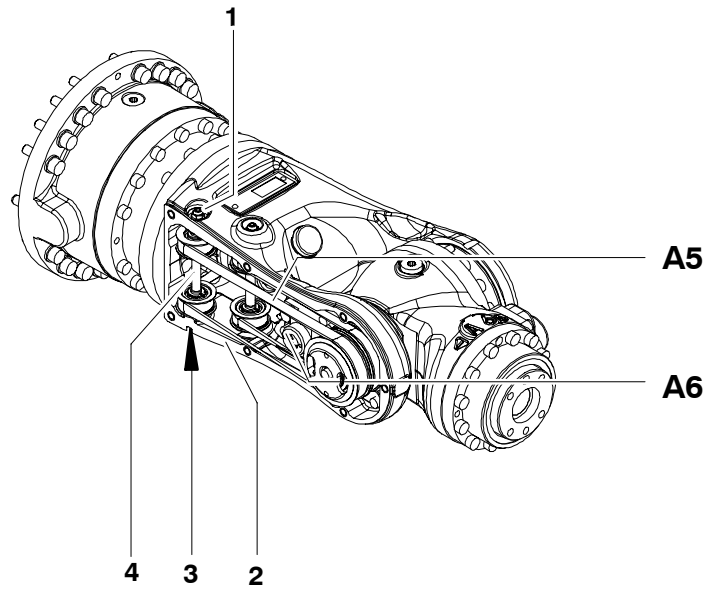

Fig. 114 Réglage de la tension de la courroie dentée
- (5) Desserrer, dévisser et remplacer l'écrou hexagonal (Fig. 114/1) de l'arbre excentrique (4).
- (6) Monter la clé sur le six pans (3) et tourner l'arbre excentrique (4) dans le sens requis.